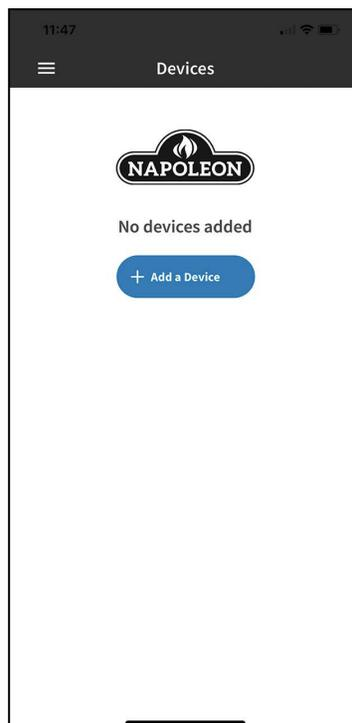

Fig. 3
3. S  lectionnez "Ajouter un appareil" et acceptez les autorisations (**Fig. 3 & 4**).